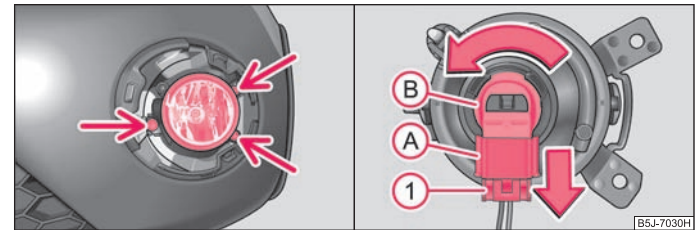

Abb. 175 Vorderer Stoßfänger: Nebelscheinwerfer / Lampenwechsel
- Drehen Sie mit Hilfe des Schraubenziehers aus dem Bordwerkzeug ¹³⁾ die Schrauben heraus ⇒ Abb. 175 - links.
- Drücken Sie die Sicherung ① → Seite 199, Abb. 175 des Steckers ① und nehmen Sie den Stecker aus der Fassung ② heraus.
- Drehen Sie die Fassung ② mit der Lampe nach links bis zum Anschlag und nehmen Sie diese heraus.
- Stecken Sie den Stecker ① in die Fassung ②.